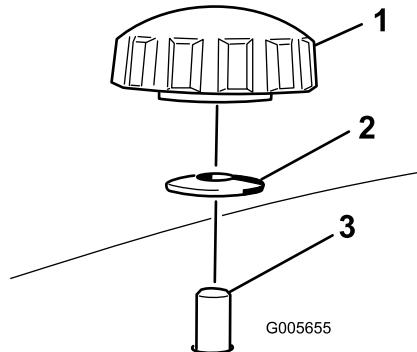

Figura 28
4. Togliete le 2 manopole e le rondelle curve che fissano il diaframma destro al tosaerba (Figura 28).
5. Togliete il diaframma destro e abbassate il deflettore dell'erba sull'apertura di scarico come illustrato nella Figura 28 e Figura 29.
5. Infilate il diaframma destro sotto il piatto di taglio e fissate utilizzando le 2 manopole e le rondelle curve (lato concavo verso il tosaerba) come illustrato nella Figura 28 e Figura 29.